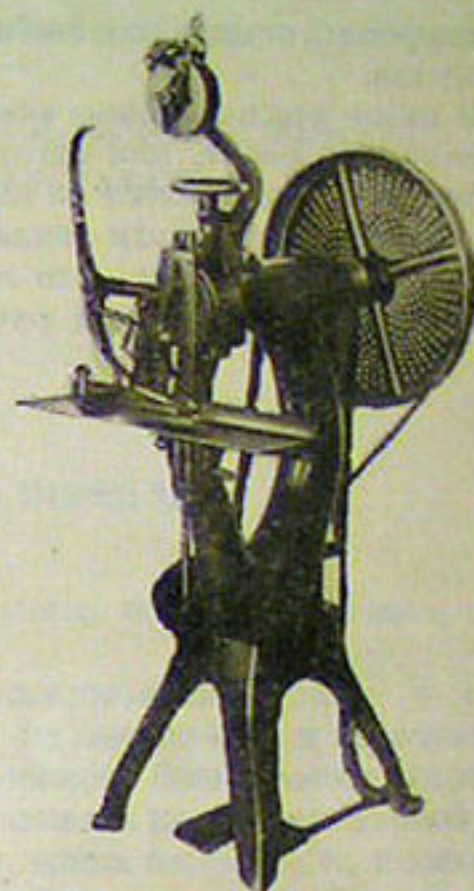

Рис. 3. Проволокошвейная машина
3) шивку тетрадей и пачек листов (проволокошвейная машина, рис. 3);